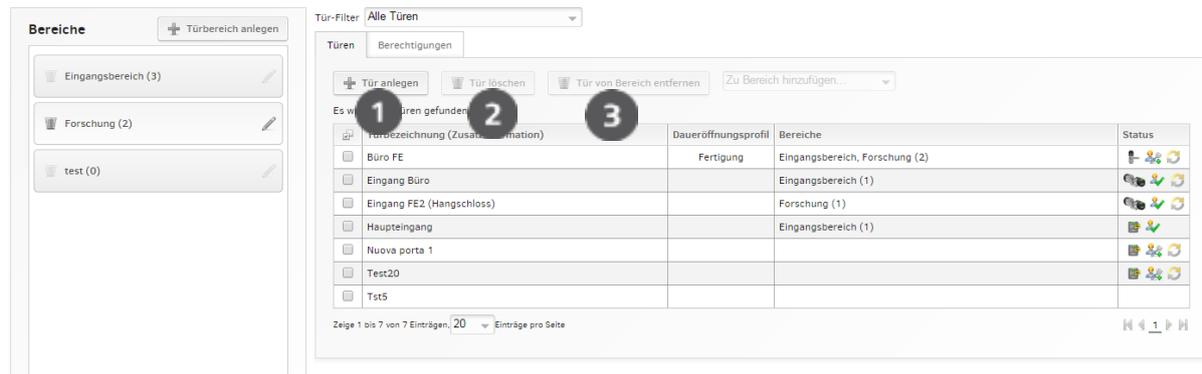

Abbildung 78: Türen verwalten
- Klicken Sie auf das Feld **Tür anlegen** ① und gehen Sie wie im Kapitel: **Tür anlegen** beschrieben vor (Abbildung 78: Türen verwalten).
Türen können in diesem Menüpunkt auch gelöscht werden (Abbildung 78: Türen verwalten).
Um eine Tür aus einem Bereich zu entfernen, gehen Sie wie folgt vor (Abbildung 78: Türen verwalten):